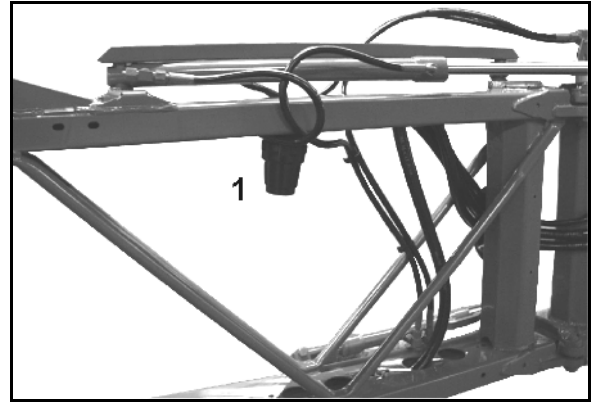

Fig. 197
- Pulire i filtri delle tubazioni (Fig. 197/1) a seconda delle condizioni di utilizzo ogni 3 - 4 mesi.